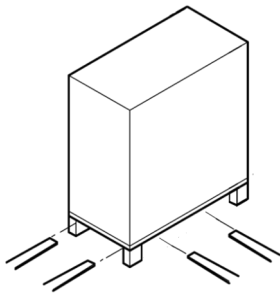

Abb. 1: Transport mit dem Gabelstapler
1. **Bild 1:** Zerschneiden Sie die Umreifungsbänder ① und entfernen Sie diese.
2. Heben Sie den Deckel der Kartonverpackung ② ab und entfernen Sie diesen.
3. Drehen Sie die Bajonettverschlüsse ③ aus dem Karton heraus. Drehen Sie hierzu entgegen dem Uhrzeigersinn.
4. Entfernen Sie den Karton ④.